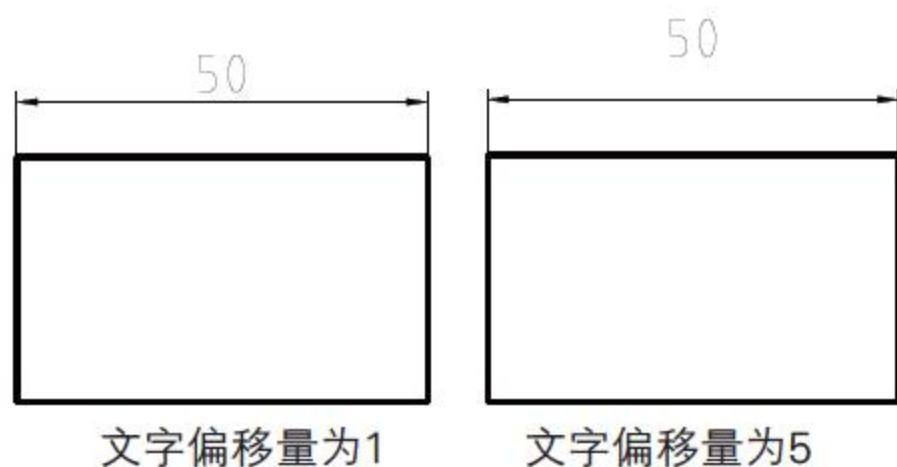

图5-29 设置文字偏移量
- 从尺寸线偏移：设置标注文字与尺寸线之间的距离，如图5-29所示。